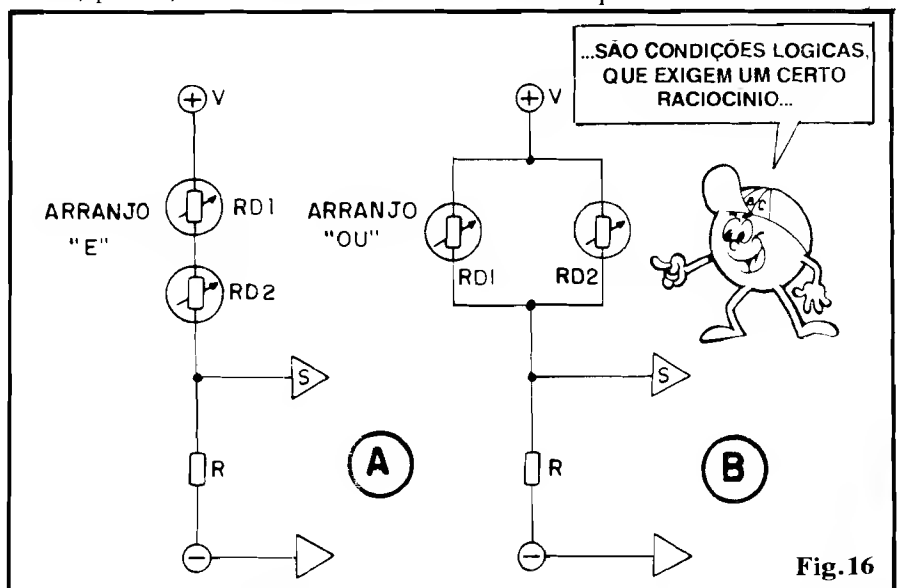

Fig.16
- FIG. 16-A - Através de simples "truques" baseados em **mais de um** "Resistor Dependente", em arranjos **série** ou **paralelo**, podemos determinar um comportamento "lógico" muito específico no sensoreamento! No exemplo, temos ainda um divisor de Tensão simples, com um resistor fixo R no ramo "inferior", porém **dois** RD, em série, constituindo o ramo "superior"... Observem que, nesse caso, apenas teremos uma sensível variação de Tensão na Saída S quando **ambos** os RD so-
- **FIG. 16-B** - Podemos obter uma ação "lógica OU", simplesmente usando **dois RD**, porém **em paralelo**, num dos dois ramos de um divisor de Tensão simples! Na configuração mostrada, quando RD1 **ou** quando RD2 tiverem seu valor ôhmico **reduzido**, obteremos um sinal de **elevação** de Tensão no ponto S. Já quando RD1 **ou** RD2 (exclusivamente um **ou** outro...) tiverem seu valor **aumentado**, a reação do arranjo (variação de Tensão "para baixo", no ponto S) será bem mais modesta... Como sempre, lembrar que podemos simplesmente inverter o comportamento geral, colocando o par/paralelo de RD "em baixo", e o resistor fixo R "em cima".
Nos dois casos exemplificados na fig. 16, vale notar que a "regrinha" de procurar manter o valor de R **próximo** à Resistência assumida pelo par de RD em cir-
no geral, o valor nominal **ideal** para o Resistor Ajustável RA será em torno do **dobro** do valor ôhmico de RD (na situação "média" de sensoreamento...). Assim, num exemplo prático, se RD for um TERMÍSTOR de 5K nominais (a 25°C), o mais confortável ajuste em RA será obtido se este tiver um valor nominal de 10K... Com essa proporção, estando RA na sua posição central de ajuste (**knob** do potenciômetro ou **trim-pot** a "meio giro"...), teremos no ponto de Saída S aproximadamente **metade** da Tensão de alimentação geral V, obtendo assim a mais ampla excursão de sinal (Tensão) nas mais variadas condições de sensoreamento ou valor ôhmico momentâneo assumido por RD! Notem ainda que o arranjo pode ser estruturado com o RA "em cima" ou "em baixo" no divisor de Tensão, buscando o desejado "sentido" da excursão de Tensão na Saída S... Também nada impede que arranjos "lógicos", tipo "E" ou "OU" (fig. 16) tenham o seu resistor fixo R substituído por um componente ajustável (RA), de modo a facilitar a "colocação no